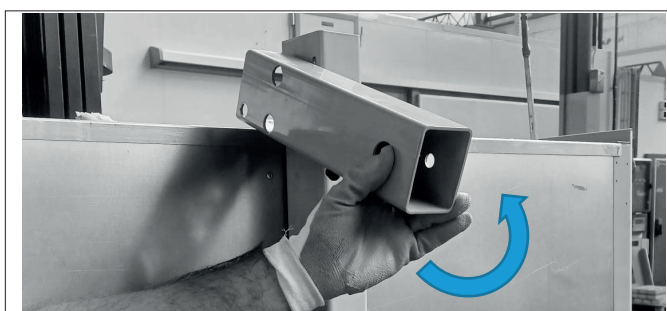
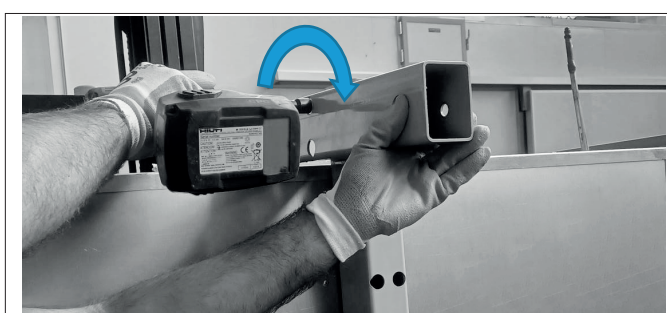

Abb. 36
Abb. 37
- Den soeben gelösten Längsträger drehen und wie in der Abbildung gezeigt positionieren ("Abb. 36") und ihn erneut am Pfosten befestigen ("Abb. 37").